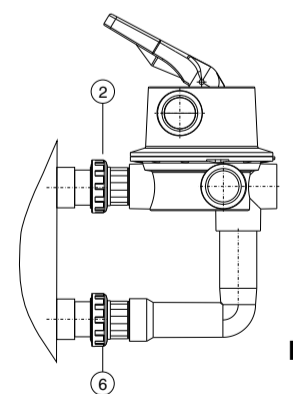

Fig. 4
- Viser légèrement l'écrou (6) et serrer fermement l'écrou (2) (figure 4) afin d'obtenir un parfait alignement de la vanne. Démontez l'écrou (6) et le coude (5) et nettoyez les endroits du collage avec du dissolvant. Appliquez la colle pour ABS sur le coude et sur la vanne. Positionner à nouveau selon figure 4 en serrant l'écrou (6) et laissez sécher 2 heures avant de mettre l'installation en fonctionnement.